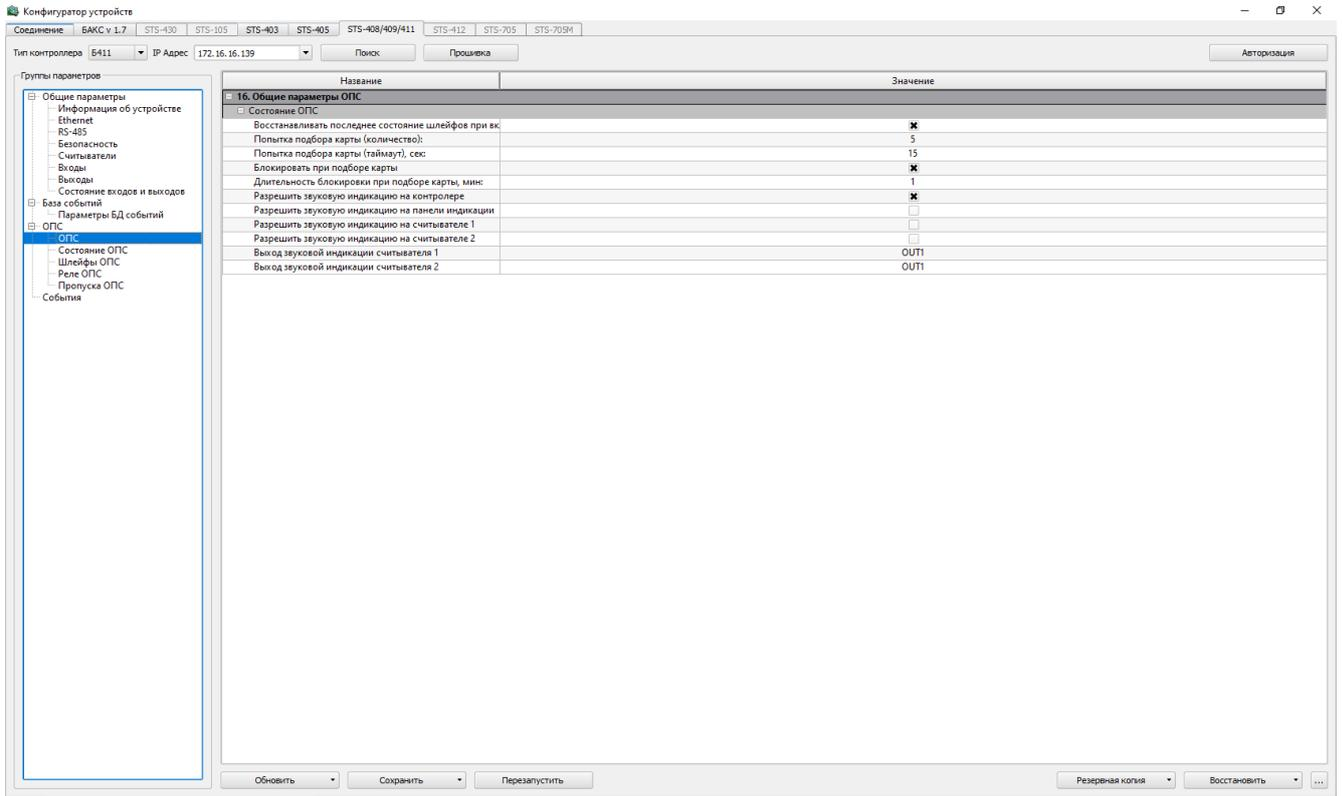

Рисунок 24 – ОПС
- ОПС – здесь возможно настроить оповещение на панели индикации, считывателях, приборе, а также некоторые другие параметры (рисунок 24).